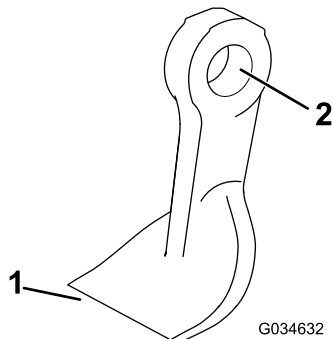

Figura 78
- Inspeccione cada lâmina para detetar danos, dando particular atenção aos fixadores, à extremidade de corte e ao orifício de instalação (Figura 78). Substitua todas as lâminas e fixadores danificados.